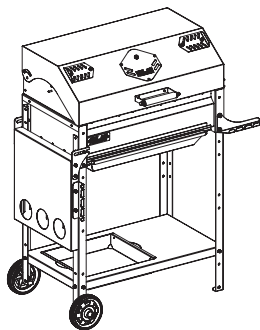

Рис. 38.
- При необходимости сложите боковой столик: приподнимите его и затем поверните (рис. 38).